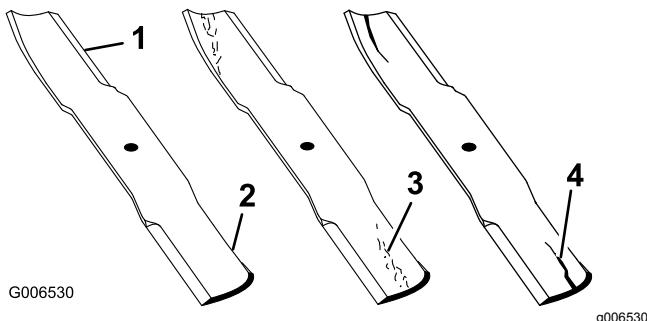

Figure 55
- Examinez le tranchant des lames (Figure 55).
- Remplacez immédiatement toute lame fendue, usée ou qui présente une entaille (Figure 55).